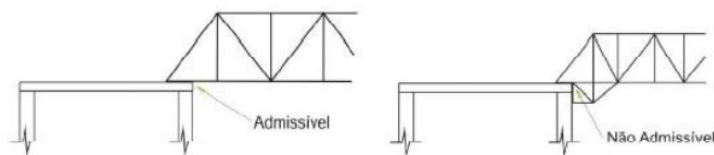

Figura 4: Especificação das medidas e localização da carga aplicada
5. Os apoios da ponte deverão ser construídos de acordo com a figura 4, de modo que não haja restrições horizontais no apoio e nem engastes.